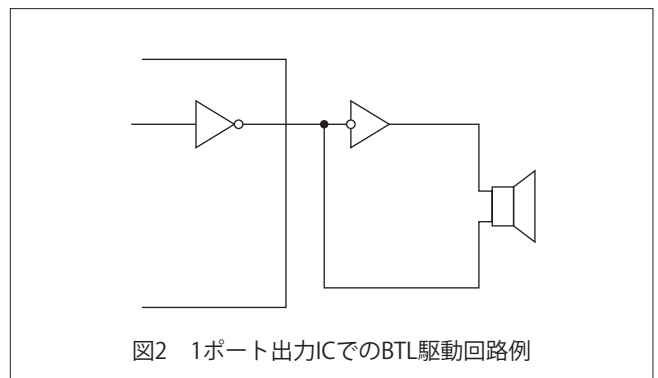

図2 1ポート出力ICでのBTL駆動回路例
LSI、マルチバイブレータなどの発振回路から出力される電気信号で圧電振動板を駆動させ発音させる方法で、圧電発音部品をいわゆるスピーカーとして働かせることができます。他励振方法では圧電振動板を図2に示す周辺支持を用いて振動のメカニカルQmを適当にダンピングさせ、音圧の周波数帯域を広くし、単音だけでなく、複数音を発音することもできます。図3に他励振としての駆動回路例を示します。(i)はTr使用非安定マルチバイブレータの出力を用いた回路、(ii)はNAND gate 2回路を用いた入力信号のON、OFFによって発振、停止する発振回路、(iii)はCMOS LSIを用いた回路に接続した例です。
圧電発音部品は図1に示すように、圧電セラミックスの両面に電極を形成した圧電素子と、黄銅あるいはステンレスなどの金属板を接着した比較的単純な構造をした圧電振動板を基本としています。図2に圧電振動板の動作原理を示します。圧電素子の対向電極間に電圧を印加すると圧電効果により機械的な歪みを生じます。この機械的な歪みは円板形状の圧電素子の場合は径方向に圧電素子が伸び縮みする変位となります。しかし、圧電素子に接着されている金属板は伸縮しないため、圧電素子が径方向に伸びた時、圧電振動板は図2 (a) に示される方向に屈曲し、逆に圧電素子が縮んだ時、圧電振動板は図2 (b) に示される方向に屈曲します。したがって、電極間に交流電圧を印加すると図2 (c) に示すように、図2 (a)、図2 (b) の屈曲が交互に繰り返されて空気中に音波を発生させ、それが音として人間の耳に届くわけです。
- ② ICから直接駆動する場合には、図2のように、インバータ1個を用いてBTL駆動することで、2倍の振幅の電圧が印加されます。
圧電振動板を空中で自由振動させると図1のようにノードが動かないので、この点を測定端子で押さえて図2で示すような定電流回路で共振周波数（ f_0 ）共振抵抗（ R_0 ）を測定します。